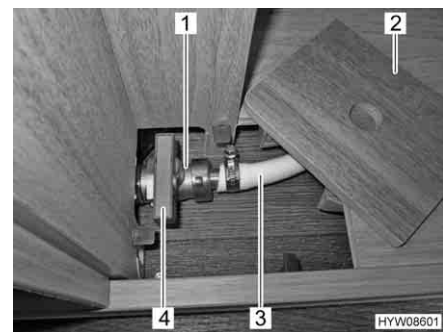

Fig. 65 Rubinetto di scarico
- Aprire lo sportello e rimuovere la copertura (Fig. 65,2) del rubinetto di scarico (Fig. 65,1).
- Aprire il rubinetto di scarico. A questo scopo ruotare la leva (Fig. 65,4) del rubinetto di scarico parallelamente alla tubazione (Fig. 65,3).
- Chiudere il rubinetto di scarico. A questo scopo ruotare la leva del rubinetto di scarico trasversalmente alla tubazione (Fig. 65).